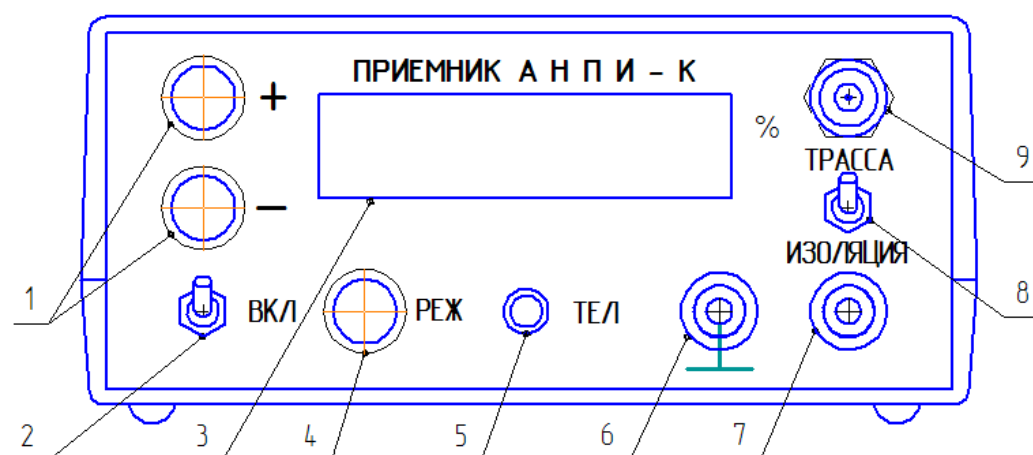
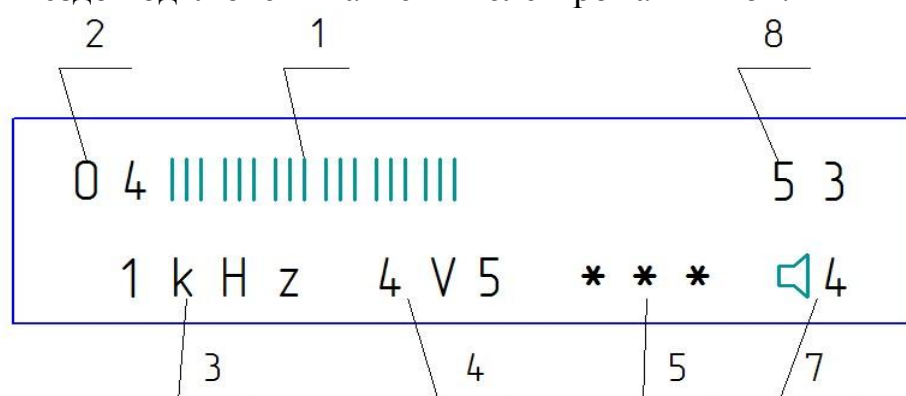

Рис.6. Передняя панель приемника.
Рис.7. Символьный индикатор приемника.
жима работы на входы приемника подключается магнитная антенна и (или) датчики потенциала на поверхности грунта (сигнальные стержни с изолированными ручками). Лицевая панель приемника с элементами управления представлена на рис.6.
Органы управления, индикации и коммутации сосредоточены на передней панели корпуса приемника (рис.6). Выбор режима работы и индикации приемника осуществляется последовательными нажатиями кнопки «Режим». После первого нажатия кнопки «Режим» приемник переходит из режима измерения в режим настроек. Это сопровождается появлением на символьном индикаторе мигающего курсора (указателя), который отмечает один из регулируемых параметров. Изменение настроек выбранного кнопкой «Режим» параметра производится нажатием на кнопки «+» или «-». При последовательных нажатиях кнопки «Режим» выбранный параметр настройки и положение курсора изменяется циклически (с первого параметра до последнего).
Включается приемник переключателем «ВКЛ» (2) рис.6. Вид символьного индикатор приемника приведен на рис.7. На первой строке слева выводится показания уровня входного сигнала в виде линейной шкалы. Длина линейной шкалы является визуальным индикатором уровня сигнала на выбранном входе приемника. Справа на первой строке выводится числовое значение уровня сигнала в диапазоне от 0 до 99% с дискретностью 1%.
1. Первым регулируемым параметром является громкость сигнала на телефонном гнезде. Курсор появляется у символа громкости (7) рис.7. Громкость
2. Второй регулируемый параметр – частота полосового фильтра приемника (4) рис.7. Курсор выделяет символ «Н» размерности частоты. Значения частоты могут быть «100Hz», «1kHz» и «5kHz» (округленно).
3. Третьим параметром является управление подсветкой индикатора, которая может быть включена в условиях недостаточной освещенности. Курсор перемещается на символ подсветки (6) рис.7. Символы включения подсветки «***», символ выключенной подсветки «...». **Подсветка индикатора различима только в сумраке и значительно увеличивает потребляемый от элементов питания ток. Поэтому ее стоит включать только по необходимости.**
Перед использованием приемника целесообразно проконтролировать состояние его элементов питания. Для этого выключатель приемника «Вкл» переводится в верхнее положение и считываются показания символического индикаторе (поз.5 рис.7). При снижении значения напряжения питания на трех гальванических элементах до уровня 3.3 В их следует заменить. Для питания приемника предпочтительно использовать более емкие элементы (щелочные, алкалайновые, литиевые). Вместо гальванических элементов питания возможно использование аккумуляторов подходящего типа-размера. В этом случае показания индикатора следует скорректировать (у аккумуляторов разных типов напряжение в начале и конце заряда различаются).